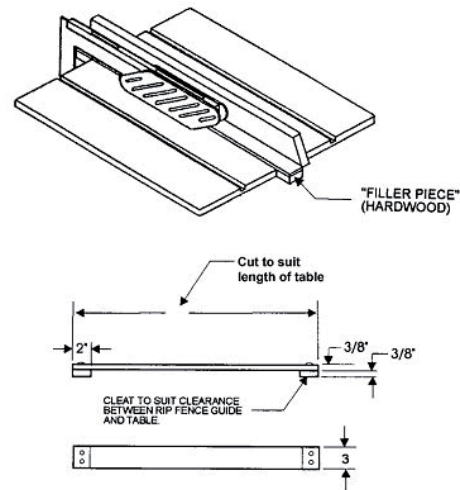

Рис. 38. Прокладка
- Прокладка (рис. 38) необходима для продольного распила узких деталей.